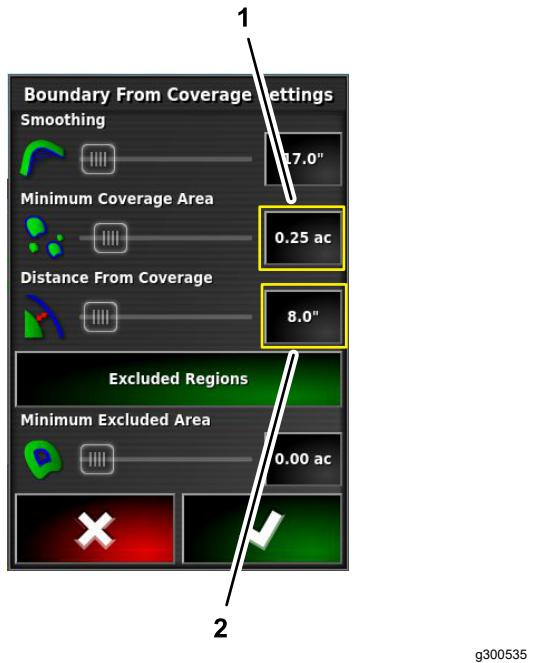

图 53
- 4. 按“最小覆盖范围面积”设置的数字图标图 53。使用显示屏键盘输入一个值然后按“确认”图标。
- 5. 按“到覆盖范围距离”设置的数字图标图 53。使用显示屏键盘输入一个值然后按“确认”图标。